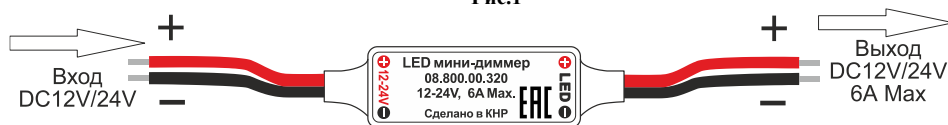

Рис.2
- Назначения выводов показаны на **Рис.2**.
- Подключите диммер к источнику питания и светодиодному источнику света в соответствии со схемой подключения (**Рис. 2**).